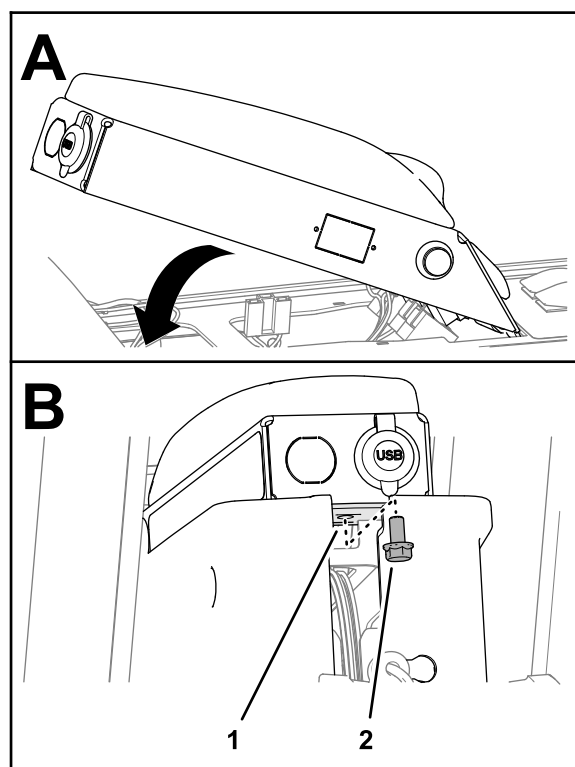

Figura 109
2. Sujete el panel del brazo al bastidor de la consola (Figura 109) con el tornillo con arandela prensada ($5/16" \times 5/8"$).
1. Alinee las pestañas de la parte delantera del panel del brazo con las ranuras del bastidor de la consola, y gire hacia abajo el panel del brazo (Figura 109).